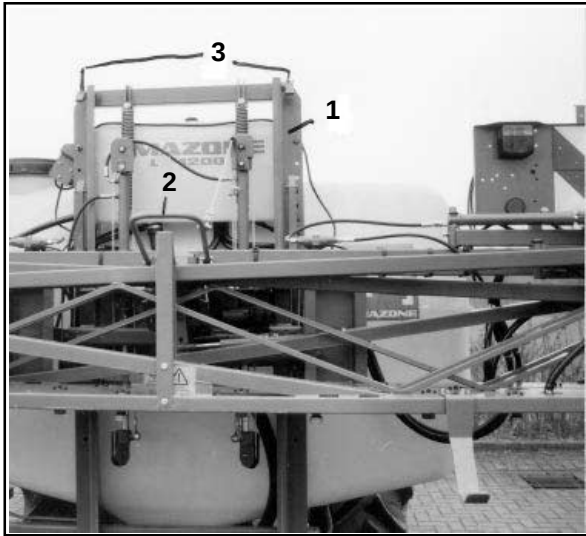

Fig. 10.8
- Den indklappede bom løftes op, indtil den automatiske transportlås (fig. 10.8/ 2) løsner bommen (højde ca. 2/3 af bomrammen).
- Hældningsindstillingen frigøres fra transportstilling - ved at løfte sprøjtebommen til den går imod de øverste stopelementer (fig. 10.8/ 3) (se hertil Kap. 10.1.4.2).